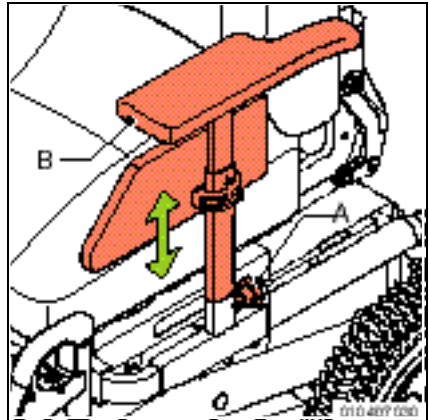

Figure 34
1. Desserrer le bouton en étoile (A) (fig. 34).
2. Enlevez l'accoudoir (B) avec le bouclier.